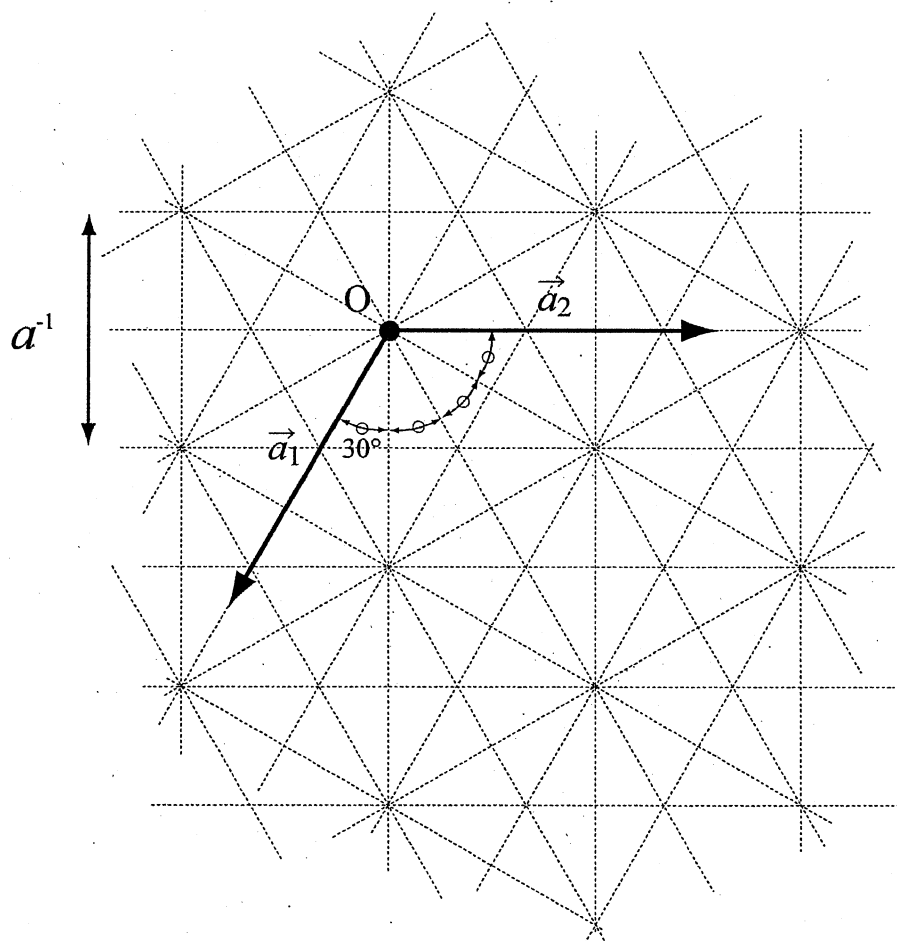

図2 逆格子空間の(001)面および実格子ベクトル  $\vec{a}_1$ ，  $\vec{a}_2$  .
次に、前問までに求めた固相および液相の自由エネルギー関数に基づいて具体的な合金状態図を考える。自由エネルギーの基準は純粋固体物質 ( $E_{A,S}^{\circ} = E_{B,S}^{\circ} = 0$ ) とする。また、両元素の融点は等しく  $T_m^A = T_m^B = T_m$  であり、融解エントロピーについても同様に  $\Delta S_m^A = \Delta S_m^B = \Delta S_m$  とする。ここでは  $\Omega_s = 8300 \text{ J/mol}$ ,  $\Omega_L = -700 \text{ J/mol}$ ,  $\Delta S_m = 9.0 \text{ J/mol}\cdot\text{K}$  と設定した。図1は  $T_m = 1250 \text{ K}$  とした場合の状態図を模式的に描いたものであり、図2は  $T_m$  がある温度  $T_x$  よりも低い場合に起こる共晶状態図 ( $T_E$ : 共晶温度) である。また状態図中の  $\alpha$ ,  $\alpha_1$ ,  $\alpha_2$  は相の種類を意味する。ただし、具体的な計算においては、気体定数  $R$  は  $8.3 \text{ J/mol}\cdot\text{K}$  とせよ。
- 問5 図1の  $T_0$ ,  $T_1$  および図2の  $T_E$ ,  $T_2$  における固相および液相のヘルムホルツ自由エネルギーの組成依存性の概略図を描け。ただし、自由エネルギーの数値を書き込む必要はないが、基準点や形状、大小関係など特徴的な点を明確にすること。
- 問8  $T_m < T_x$  のとき図2のような共晶状態図になる。 $T_x$  を  $\Omega_s$ ,  $\Omega_L$ ,  $\Delta S_m$ ,  $R$  を用いて表し、 $T_x$  の値を求めよ。なお、導出過程も解答欄に簡潔に示すこと。
問2 単純六方晶の逆格子空間の(001)面を，図2に示した三角格子の点Oを原点として与えられた三角格子に描き，各逆格子点のミラー指数を記入しなさい．三角格子は一辺の長さが  $a^{-1}$  の正三角形であり，三角格子の各辺の方向は単純六方晶の底面の2つのベクトル  $\vec{a}_1$ ，  $\vec{a}_2$  と図2のような関係が成り立っているものとする．